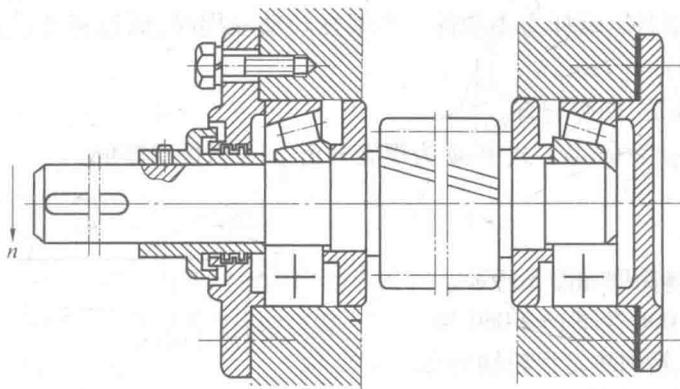

图 4
5. 图 4 所示某轴承部件, 采用一对角接触轴承, 左边轴承所承受的载荷 $F_{d1} = 1\,000\text{ N}$, 右边轴承所承受的载荷 $F_{d2} = 2\,060\text{ N}$ 。轴上齿轮为主动齿轮, 所受的轴向载荷 $F_A = 880\text{ N}$ 。轴承的 $C_{0r} = 20\,500\text{ N}$, $F_s = 0.4F_{d1}$ 。试求两轴承所承受的轴向载荷 F_{a1} 、 F_{a2} 。